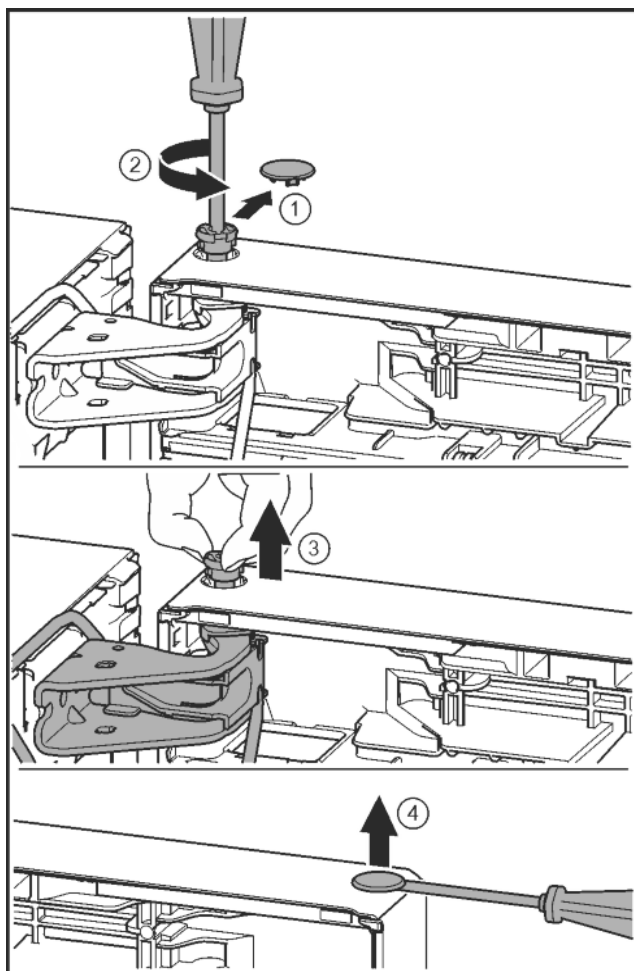

Fig. 24
- ▶ Ostrożnie zdjąć osłonę zabezpieczającą. *Fig. 24 (1)*
- ▶ Sworzeń wykręcić nieco przy pomocy śrubokręta T15. *Fig. 24 (2)*
- ▶ Przytrzymać drzwi i wyjąć sworzeń palcami. *Fig. 24 (3)*
- ▶ Zatyczkę ostrożnie podważyć przy pomocy śrubokręta i wyjąć z tulei tożyskowej drzwi. *Fig. 24 (4)*